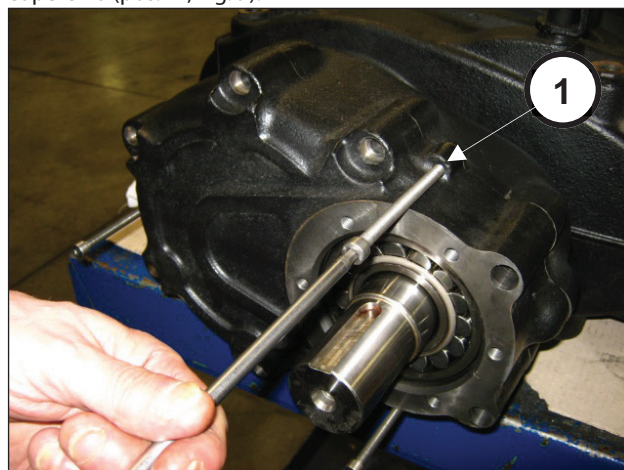
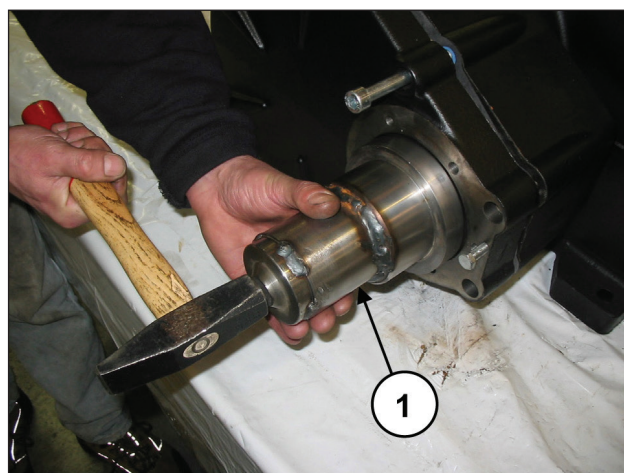

Fig. 8
Fig. 9
Avvitare i 3 grani filettati (pos. ①, Fig. 8) con la funzione di estrattori e contemporaneamente, utilizzando l'apposito attrezzo (cod. 27887000), battere sullo stesso in modo che il cuscinetto rimanga sul pignone durante l'estrazione del coperchio (pos. ①, Fig. 9).